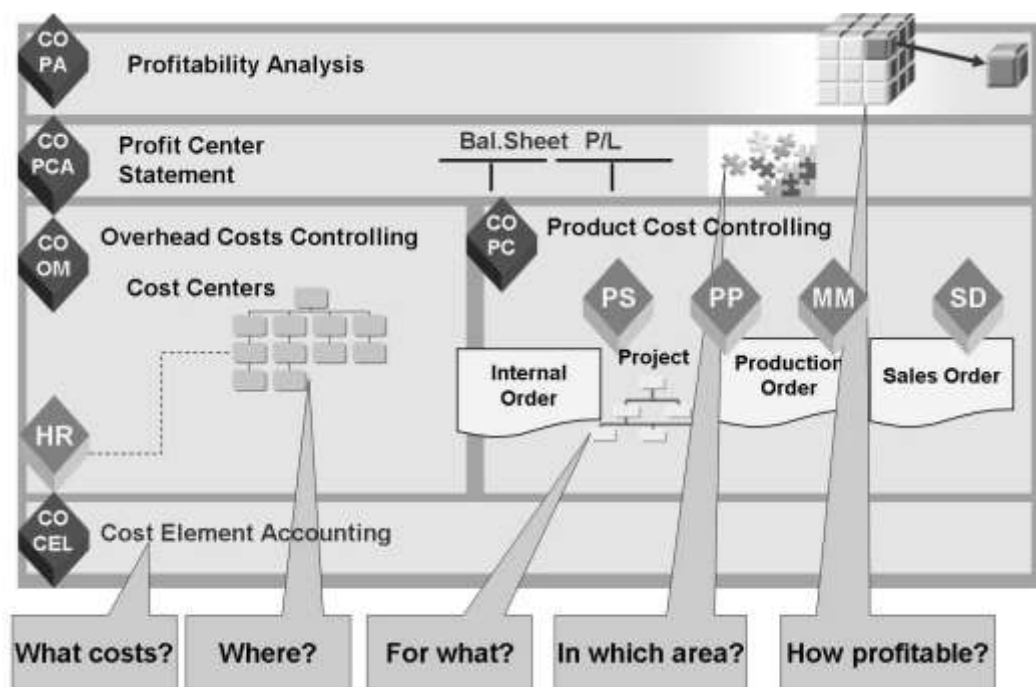

Figura 29: Arii/ Zone in Contabilitatea Manageriala (de Gestiune)
Contabilitate managerială (CO) (de gestiune) – **CO-Controlling** – are sarcina de a înregistra toate cheltuielile directe și veniturile în detaliu pentru a putea furniza informații exacte despre utilizarea costurilor și resurselor în companie (Figura 29). CO furnizează